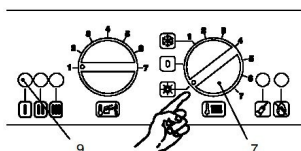

Fig. 2.8
4. If D.h.w. supply only is required, position the function switch 1.2 as in Fig. 2.8. The appliance operation light 1.2 will flash every 2 seconds (operating boiler).
Temperatura c.w.u. zasobnika można zmieniać do około maksimum 60°C (rys. 2.8), obracając pokrętkę 8.